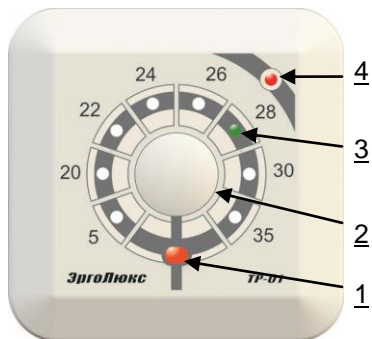

Рисунок 3 - Внешний вид терморегулятора.
2. Терморегулятор автоматически при первом включении включится и перейдет в основной режим работы. На лицевой панели зеленый индикатор температуры 3 укажет на 5°C, а нижний индикатор режима 1 загорится красным цветом (Рис. 3).